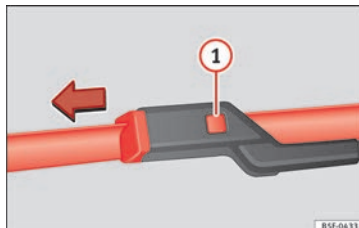

Fig. 90 Sostituzione della spazzola del tergicristallo.
- Premere il pulsante di sicurezza ①
- » **fig. 90**.